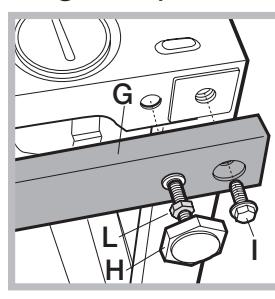

Fig. 11
Cele 2 traverse (G); cele 4 piciorușe (H); cele 4 șuruburi (I); cele 4 piulițe (L), procedând după cum urmează (fig. 11):